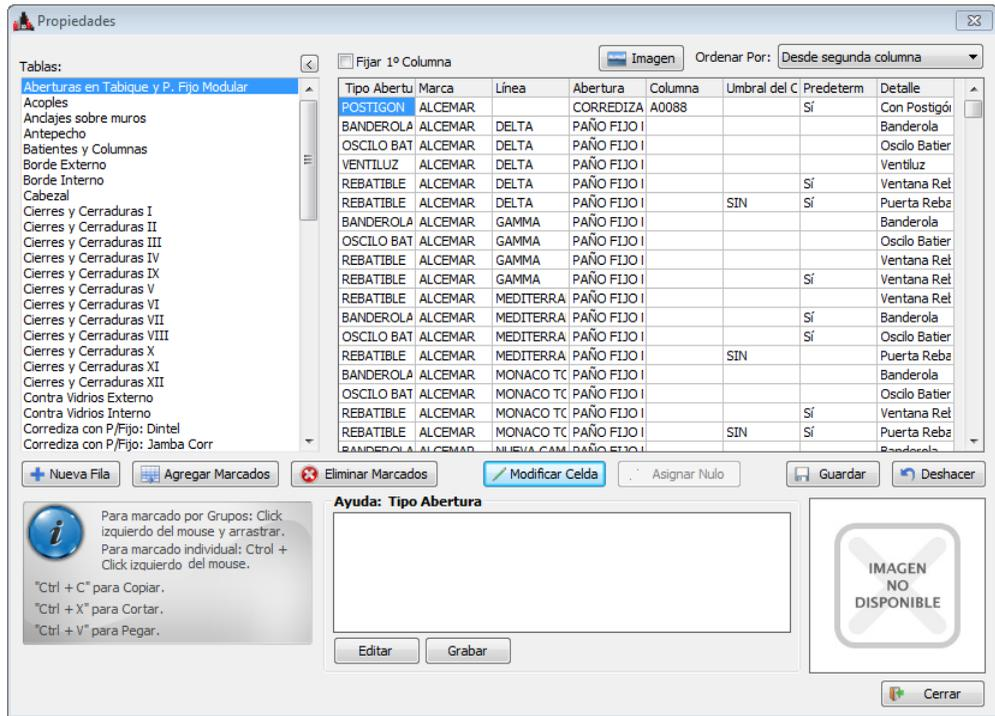

Figura 12.10 – Agregar Propiedades
1. A través del menú *Herramientas - Agregar - Propiedades...* y accediendo a una Propiedad disponible en la lista izquierda del formulario (Figura 12.10).